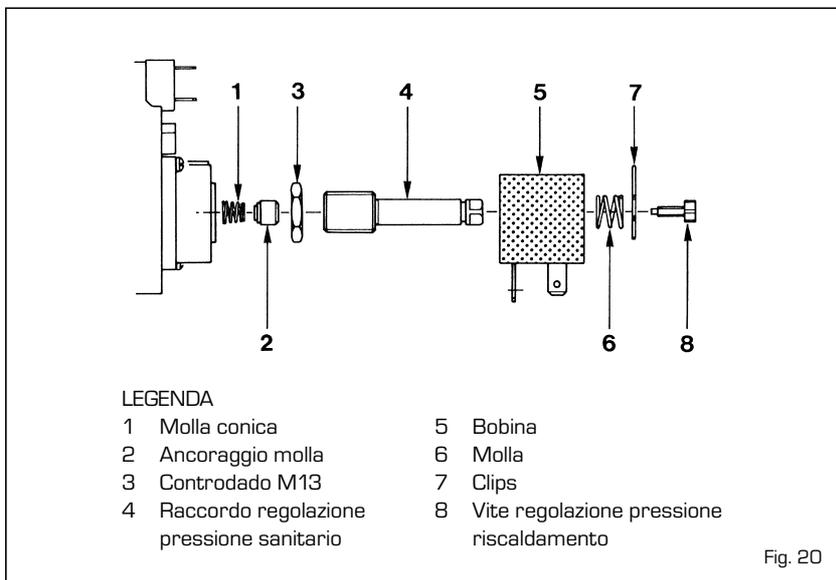

Fig. 20
- **Sostituire la molla conica (1 fig. 20) della bobina modulante con altra analoga fornita nel kit e, per evitare che la caldaia vada in blocco nelle partenze a freddo, applicare sulla valvola l'adattatore cod. 6248301 (5 fig. 18).**